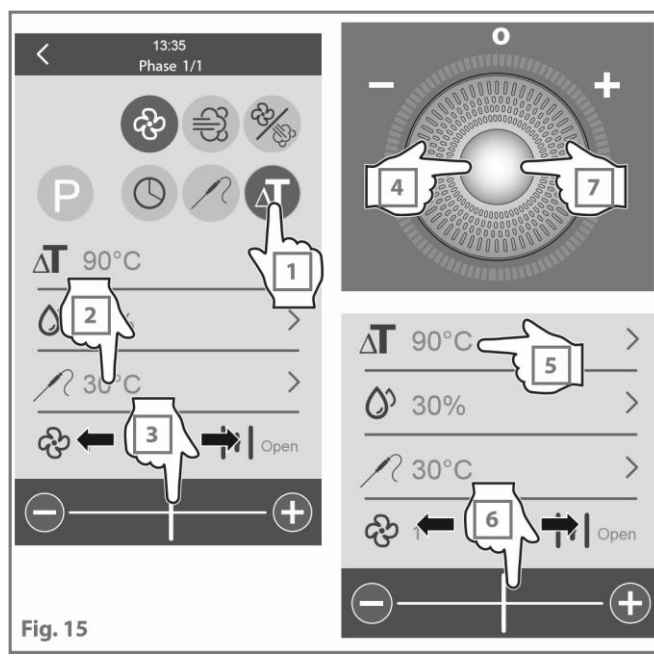

Fig. 15
**Einstellung - Garen mit T-Delta-Funktion** (Abb. 15)